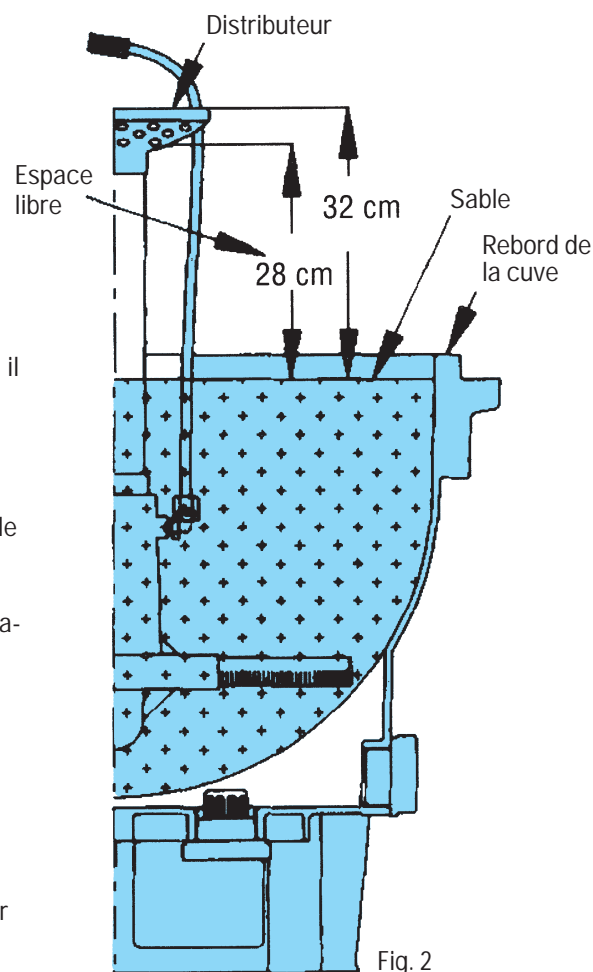

Fig. 2
4. Le niveau de la charge de sable (Cf. Fig..2) doit se situer à: 4 cm sous le rebord de la cuve 32 cm sous la face supérieure du distributeur.